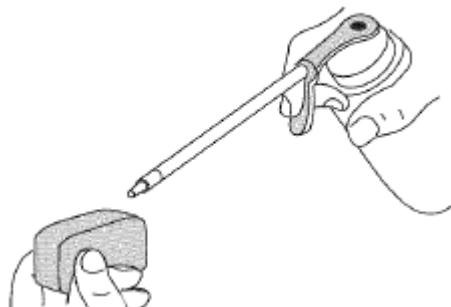

Рис. 23
4. Нанесите на поверхность фильтра незначительное количество масла SAE 30. (Рис.23)